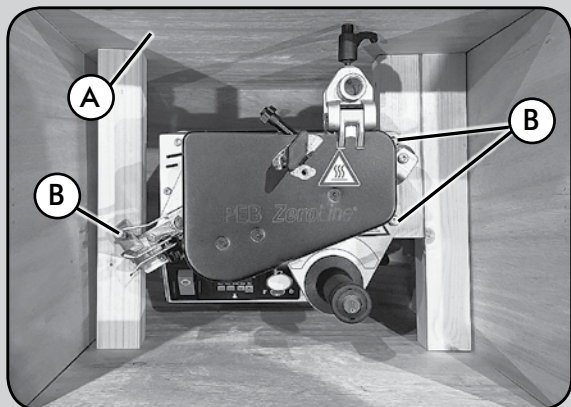

Fig. 1
- Svitare ed estrarre i 3 bulloni B (Fig. 1) con un cacciavite a stella, dall'interno della scatola A (Fig. 1) (conservarli per un uso successivo).